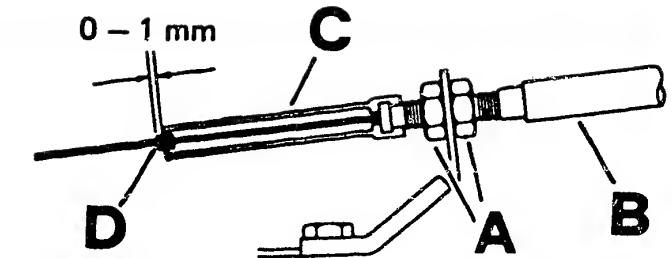

Bild 67 2,0 GT ab 85: Die Einstellung des Kickdownkabels erfolgt durch Verdrehen der beiden Einstellmutter (A). B Kabelhülle – C Schutzgummi D Seilchlossklemme.
b) Der **Kickdownzug** ist bei durchgetretenem Gaspedal, wobei die Drosselklappe ganz offen sein muss, so einzustellen, dass die Seilchlossklemme 0...1,0mm aus dem Schutzgummi vorsteht (Bild 67).